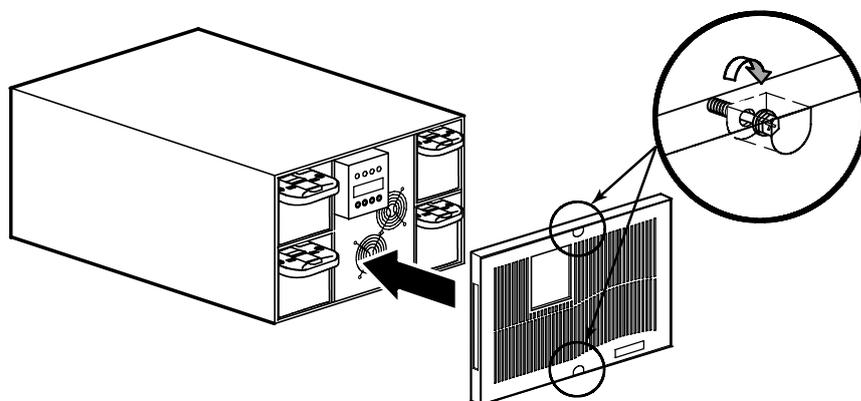

Рисунок 25. Установка передней крышки ИБП
- Установите переднюю крышку ИБП и затяните два винта передней крышки (см. рис. 25).